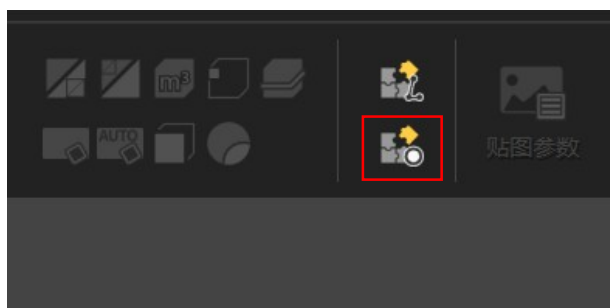

图 9-5 模型拼接（标记点）按钮
2. 在软件内点击模型拼接（标记点）功能，如图 9-5 所示；